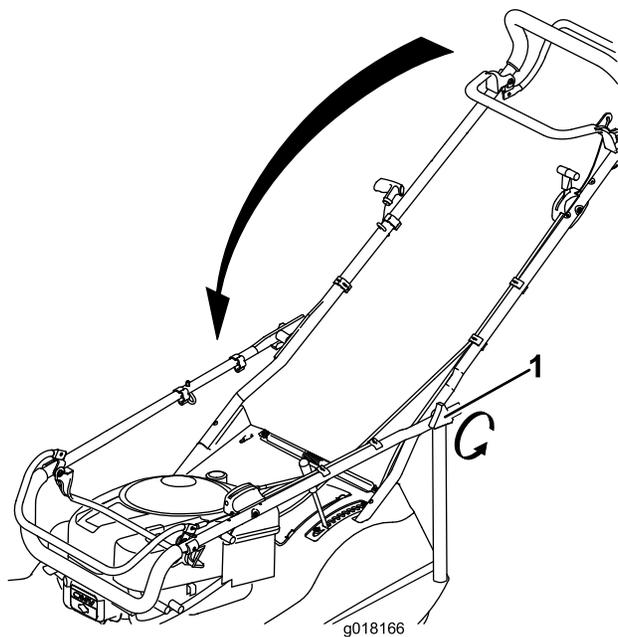

Рисунок 29
2. Поверните рукоятку вперед (Рисунок 29).